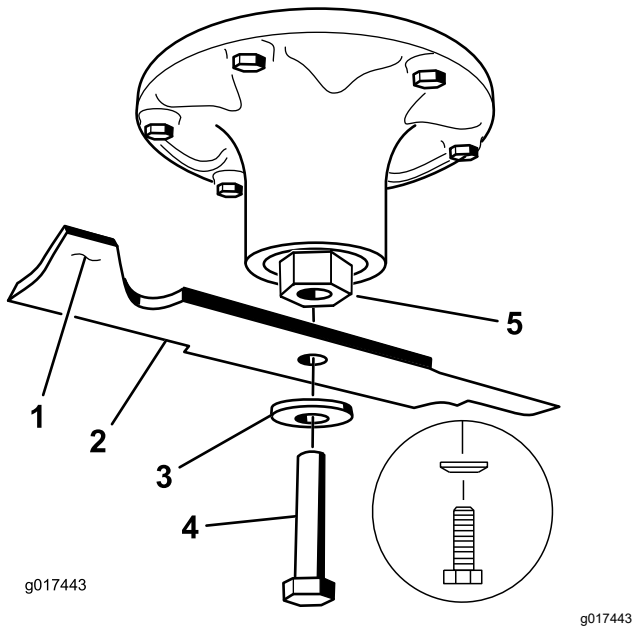
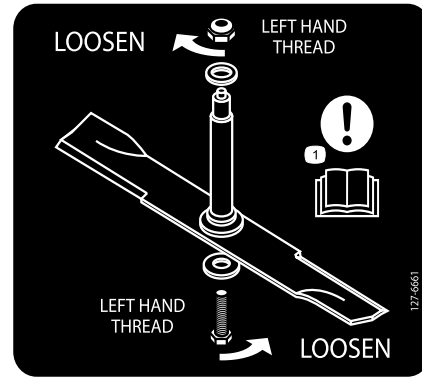

Figura 115
Figura 116
2. Retire del eje el perno de las cuchillas izquierda y central, la arandela curva y la cuchilla (Figura 115).
3. Retire del eje el perno de la cuchilla derecha (perno con rosca a izquierdas), la arandela curva y la cuchilla (**Figura 116**).
Nota: Anote el tipo y el lugar de instalación de cada cuchilla. Consulte en **Figura 116** las posiciones correctas.
3. Apriete los pernos de las cuchillas a 115–150 N·m (85 a 110 pies-libra); consulte **Figura 116**.
Importante: La cuchilla derecha de esta carcasa de corte es contrarrotativa e incorpora un perno con rosca a izquierdas. Consulte en **Figura 116** la ubicación correcta de las cuchillas del cortacésped.
1. Instale las cuchillas izquierda y central, las arandelas curvas y los pernos de las cuchillas en los ejes (**Figura 115** y **Figura 116**).
Nota: Asegúrese de que el cono de la arandela curva esté orientado hacia la cabeza del perno (**Figura 115**).
2. Instale la cuchilla derecha, la arandela curva y el perno de la cuchilla (perno con rosca a izquierdas) en el eje (**Figura 115** y **Figura 116**).